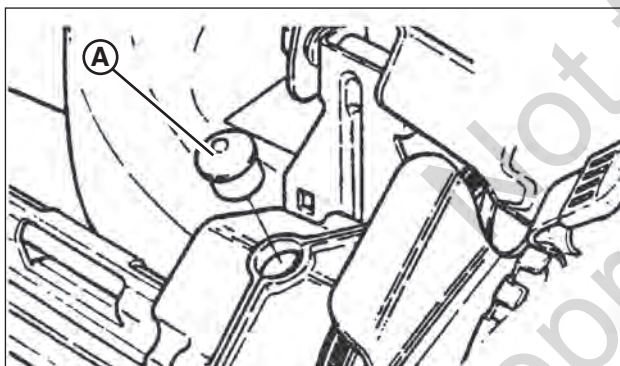

Figure 15: Dépose du bouchon de remplissage de transmission
1. Enlevez le bouchon de remplissage de la transmission (A, Figure 15). Poussez la machine vers l'avant ou vers l'arrière tout en regardant dans l'orifice du bouchon.